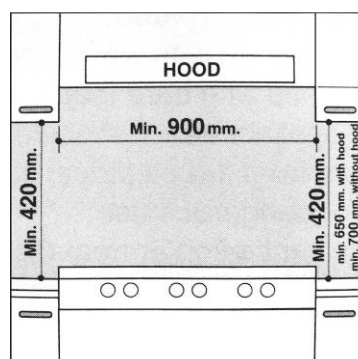

Fig.5
- c) Los armarios deben colocarse cerca de la campana a una altura mínima de 420 mm (Fig. 5).